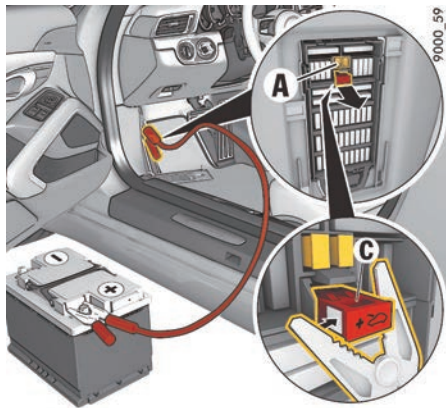

图 217: 执行行李箱盖的紧急解锁 - 连接正极端子
8. 将正极端子 C（图 217）推入保险丝盒中，并装上保险丝盒盖。